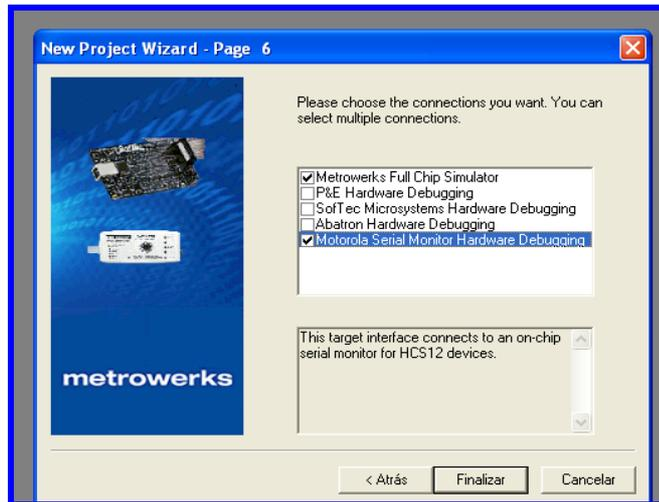

Figura 4.8 Ventana de selección de conexiones.
11.- Seleccionamos las conexiones que se quieran utilizar. Se pueden elegir conexiones múltiples, en este caso elegiremos *Metrowerks Full Chip Simulator* y *Motorota Serial Monitor Hardware Debugging*. Hacer clic en Finalizar. En la Figura 4.8 se muestra la ventana de selección de conexión.